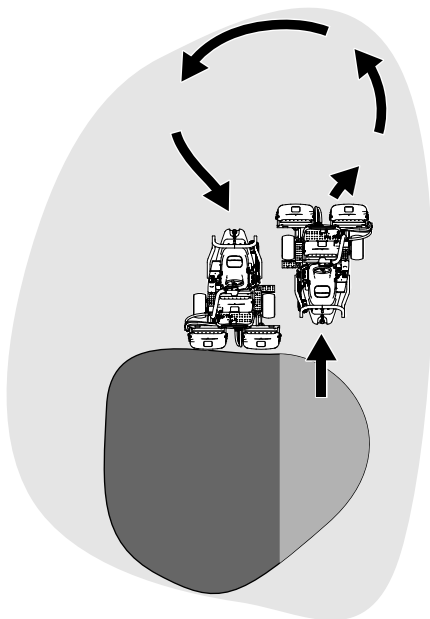

Figura 24
6. Para reduzir o tempo de funcionamento e facilitar o alinhamento para o próximo passo, oriente a máquina momentaneamente para a direção contrária, virando depois a máquina na direção da zona por cortar. Este movimento é uma volta em forma de gota (Figura 24) que alinha rapidamente a máquina para a próxima passagem.